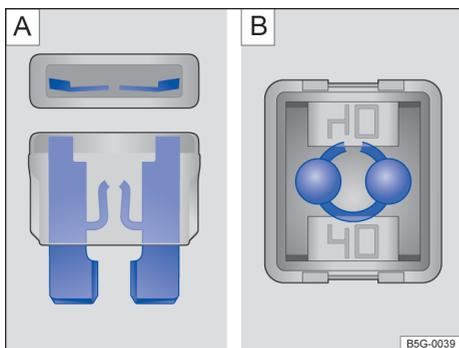

Fig. 144 Fusível queimado: **A**: fusível plano, **B**: fusível de bloqueio.
- Um *fusível plano* (ATO®, MINI®) queimado é reconhecido de cima ou de lado pela carcaça transparente nas faixas metálicas derretidas → Fig. 144 **A**.
- Um *fusível de bloqueio* (JCASE®) queimado é reconhecido pelas faixas metálicas derretidas por cima da carcaça transparente → Fig. 144 **B**.